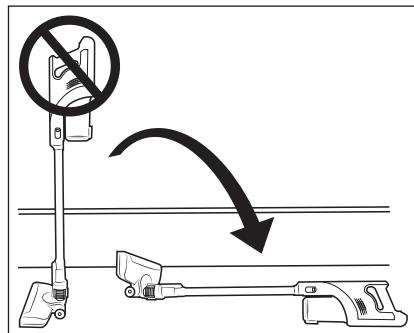

Fig. 9
- Los orificios de aspiración del aparato y del cepillo para suelos ⑨, así como el tubo de aspiración ④, deben estar siempre libres y sin obstrucciones. Las obstrucciones provocan el sobrecalentamiento del motor, lo que puede ocasionar daños.
- Asegúrese siempre de que el filtro EPA ⑤ esté colocado antes de utilizar el aparato.
- No deje la aspiradora en posición vertical cuando interrumpe el funcionamiento o quiera dejar de agarrarla, sino colóquela en el soporte mural ⑯ o pósela en el suelo en posición horizontal (consulte la fig. 9 y la 10). De lo contrario, podría caerse y dañarse debido a su alto centro de gravedad, así como potencialmente dañar otros objetos con su caída.